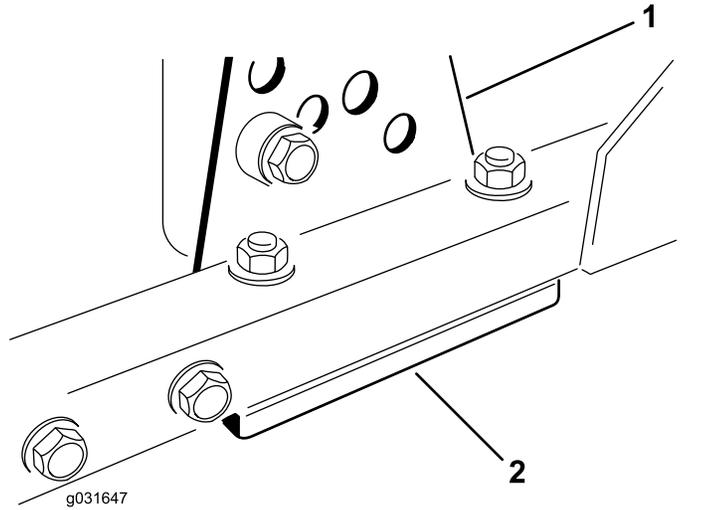

图 70
1. 从滚刀组架上拆除剪草高度支架前、左或右 图 70。
2. 在滚刀组架与剪草高度支架之间增、减 1.5mm 薄垫片和/或 0.7mm 薄垫片以达到所需的剪草高度设置 图 70。
3. 安装剪草高度支架到滚刀组架剩余薄垫片集中放到剪草高度支架的下方 图 70。